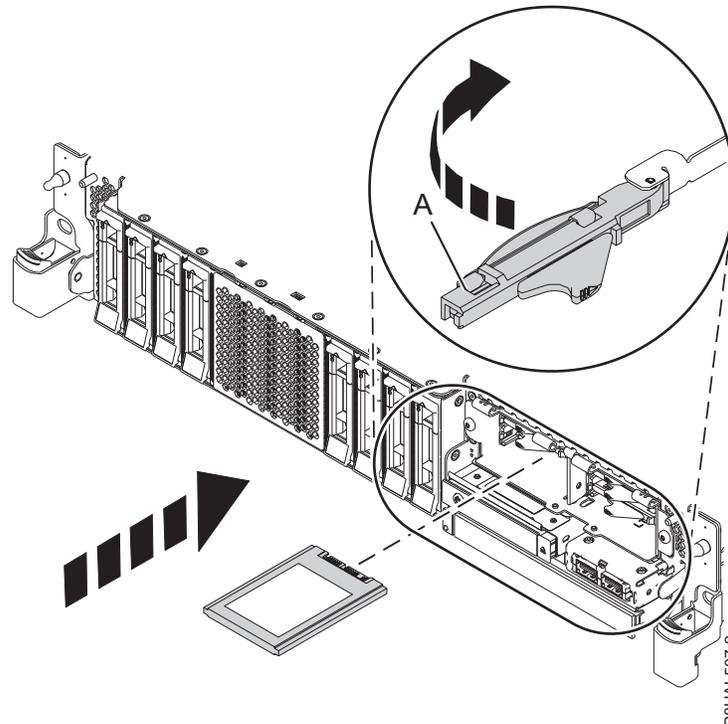

Abbildung 8. Solid-State-Laufwerk in einem System 5148-21L, 5148-22L, 8247-21L, 8247-22L, 8284-21A oder 8284-22A mit erweiterten Funktionen installieren
4. Der Griff des Solid-State-Laufwerks (A) muss in der entriegelten Position sein, während Sie ihn nach außen ziehen, um auf die Führungsschienen im Steckplatz des Solid-State-Laufwerks zugreifen zu können. Stützen Sie das Solid-State-Laufwerk unten mit Ihrer Hand, wenn Sie es an den Führungsschienen im Steckplatz des Solid-State-Laufwerks ausrichten. Siehe Abb. 8 auf Seite 13.
5. Schieben Sie das Solid-State-Laufwerk bis zum Anschlag in das System und verriegeln Sie es, indem Sie den Griff (A) in die gezeigte Richtung drehen. Siehe Abb. 8 auf Seite 13.